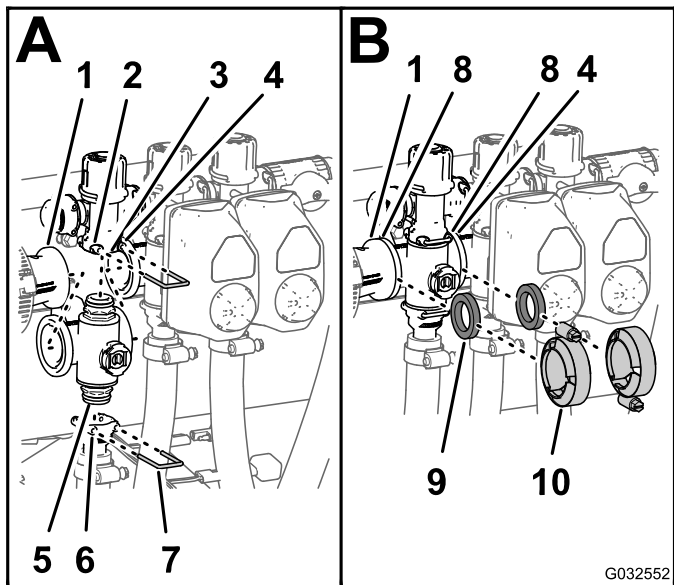

Figura 116
2. Prenda a união do tampão à união de derivação ao inserir uma fixação na entrada da união de derivação (Figura 116 A).
3. Monte a união de saída na união do tampão inferior da válvula do coletor (Figura 116 A).
4. Prenda a união do tampão à união de saída ao inserir uma fixação na entrada da união de saída (Figura 116 A)
5. Alinhe uma junta entre as flanges do acoplador de redução e do coletor da válvula de secção (Figura 116 B).
6. Monte o acoplador de redução, junta e coletor da válvula de secção com uma braçadeira bem apertada à mão (Figura 116 B).
7. Se instalar as 2 válvulas de secção mais à esquerda, alinhe uma junta entre as flanges dos 2 coletores da válvula de secção adjacentes (Figura 116 B).
8. Monte os 2 coletores da válvula de secção adjacentes e a junta com uma braçadeira e aperte bem à mão (Figura 116 B).
1. Insira a união do tampão superior da válvula do coletor na união de derivação (Figura 116 A).